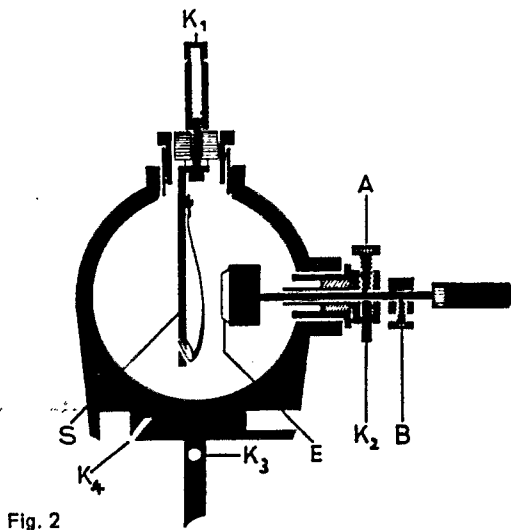

Fig. 2
Das Gehäuse des Wulf-Elektroskops (546 00) ist vorn und hinten durch Glasplatten abgeschlossen und hat oben und an der Seite je eine Öffnung. In der seitlichen Öffnung befindet sich, verstellbar eingesetzt und gegen das Gehäuse isoliert, die Gegenelektrode (E) (Fig. 2). Die Schraube (A) hält die Elektrode in der jeweiligen Stellung fest, der Stellring (B) macht die Einstellung reproduzierbar. Der Isolator mit der Gegenelektrode kann gegebenenfalls zum Reinigen nach Lösen von 2 Madenschrauben herausgenommen werden.
The case of the Wulf electrostatic projector (546 00) is sealed at the front and at the rear by glass plates, and has two openings, one at the top and the other at one side. An adjustable counter-electrode (E) (Fig. 2), is fitted in the lateral opening and insulated against the case. The electrode is held in its respective position by the screw (A), and the adjustment is rendered reproducible by means of the setting ring (B). For cleaning, the insulator and counter-electrode can be removed after slackening 2 grub screws.
La cage de l'électroscope de Wulf (546 00) est close devant et derrière par une glace et est percée d'un trou en haut et sur le côté. Le trou latéral sert à monter une contre-électrode (E) (voir fig. 2), isolée de la cage et pouvant coulisser à volonté. La vis (A) immobilise cette contre-électrode à la position désirée, tandis que la bague d'arrêt (B) permet de reproduire cette position. Pour nettoyer la contre-électrode, il suffit de retirer deux vis sans tête: l'électrode peut alors être sortie avec son isolateur.
Das Wulf-Elektroskop wird mit Hilfe dreier Buchsen angeschlossen (siehe Fig. 2):  $K_1$  steht mit dem System in Verbindung,  $K_2$  mit der Gegenelektrode und  $K_3$  bzw.  $K_4$  mit dem Gehäuse.
The Wulf electrostatic is connected to the mains by means of three sockets (see Fig. 2):  $K_1$  is connected to the system,  $K_2$  to the counter-electrode, and  $K_3$  or  $K_4$ , respectively, to the case.
Trois bornes assurent la connexion de l'électroscope (fig. 2):  $K_1$  connexion avec l'équipage,  $K_2$  avec la contre-électrode et  $K_3$  ou  $K_4$  avec le carter.